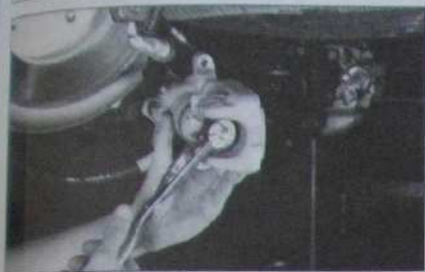

Fig. 11
- Repousser complètement (à l'aide d'un outil approprié) le piston de l'étrier (Fig.11).